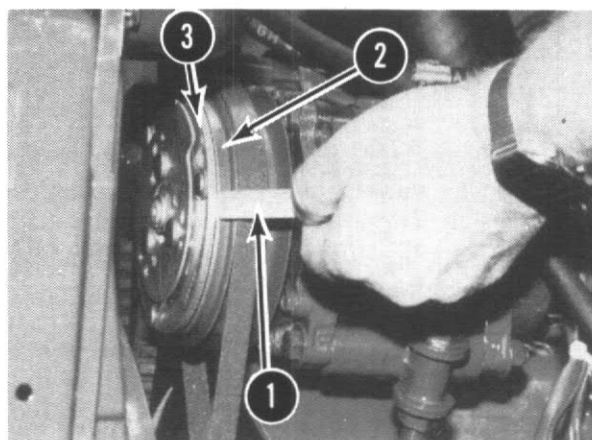

FIGURE 37
Un espacement incorrect peut provoquer un enclenchement ou un désenclenchement irréguliers ainsi que des sons métalliques bruyants - Vérifiez l'espacement à l'aide d'un jeu de cales d'épaisseur (1) Fig. 37.